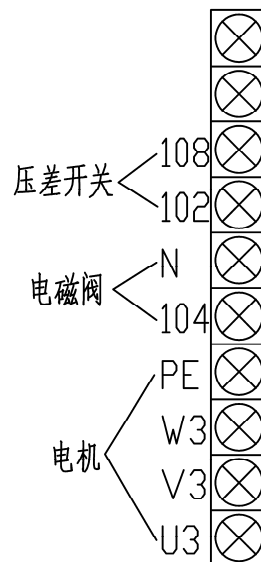

图 4
- (2) 电磁阀接线：电磁阀端红线接电控箱 104 端子、黑线接电控箱 N 端子。黄绿线接电控箱 PE 端子（见图 4），接于电控箱右侧下端的 10 位端子板上。
- (3) 压差开关接线：压差开关端 NO 端子接电控箱 102 端子、COM 端接电控箱 108 端子。（见图 4）接于电控箱右侧下端的 10 位端子板上。